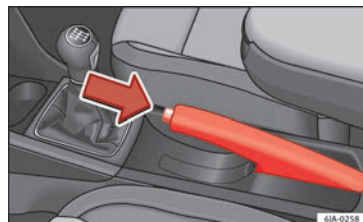

Fig. 176 Consola central: freno de mano.
- Tire ligeramente de la palanca hacia arriba y **al mismo tiempo** presione el botón de desbloqueo » **fig. 176.**